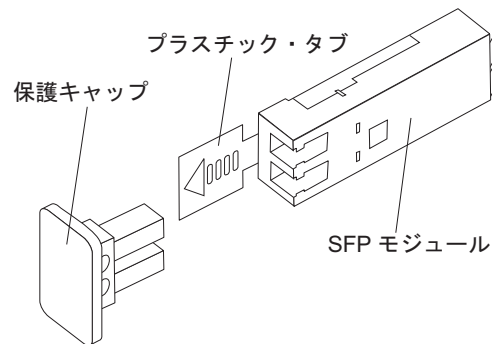

図 25. SFP モジュールおよび保護キャップ
2. 図 25 に示すように、SFP モジュールから保護キャップを取り外します。将来の利用に備えて、保護キャップを保管しておきます。
2. 必要があれば、60 ページの図 25 に示すように、SFP モジュールから保護キャップを取り外します。将来の利用に備えて、保護キャップを保管しておきます。